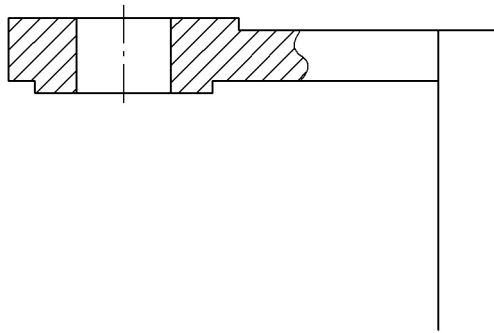

Рис. 51.66.
1. Увеличьте построенную проекцию во весь экран (рис. 51.66).